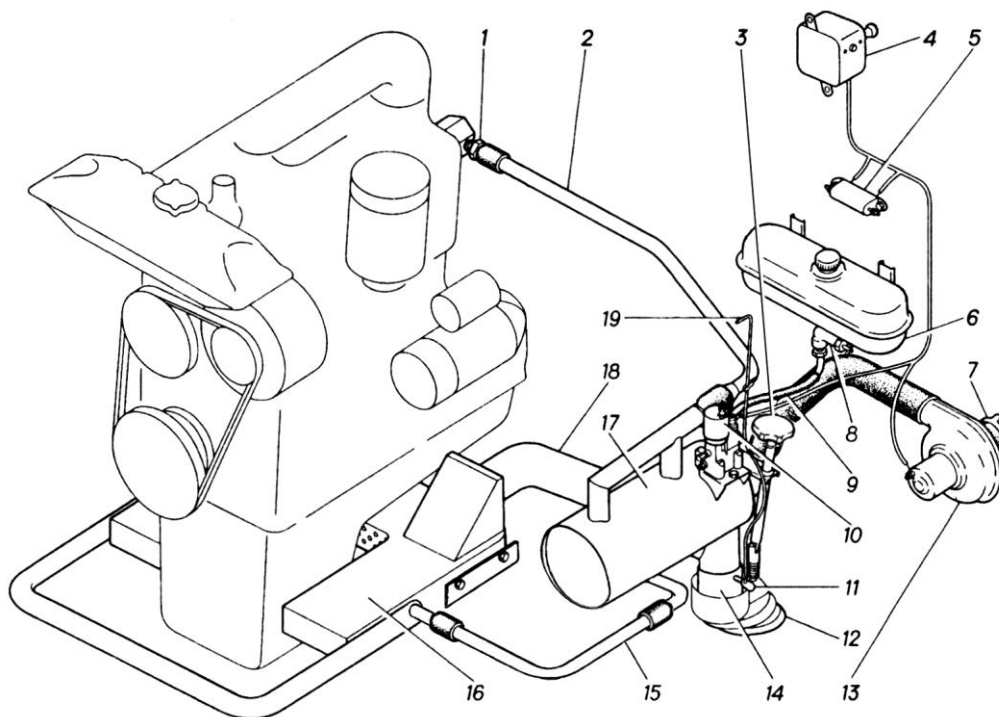

Рис. 13.1. Пусковое оборудование двигателя:
1. Вращая ручку 3 (рис. 13.1) по ходу часовой стрелки, открыть конусную
6. Убедившись в устойчивой работе подогревателя и отсутствии языков пламени из бокового газоотводящего патрубка 18 (см. рис. 13.1), закрыть заслонку нижнего газоотводящего патрубка 14, переместив тягу 19 вверх до отказа. **При этом горячие газы через газоотводящий патрубок 18 и кожух 16 поступают на прогрев картера двигателя.**
10. По окончании работы с пусковым подогревателем, вращая ручку 3 (см. рис. 13.1) против хода часовой стрелки, **закрывать пробку 12 в днище и открыть тягой 19 заслонку нижнего газоотводящего патрубка 14. Установить заглушку 7 воздухоподводящего патрубка электроventилятора.**